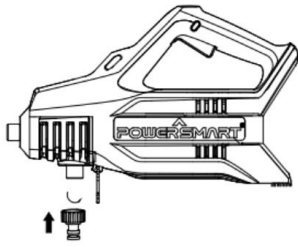

Fig.3
1. Coloque el conector de la casa como se muestra en la Fig.3&4.